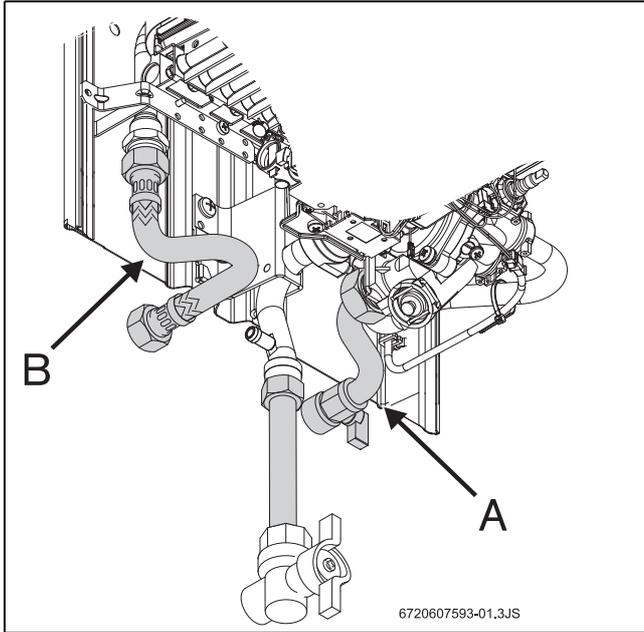

Fig. 5 Conexión del agua
- ▶ Identificar el tubo de agua fría (Fig. 5, pos. A) y el tubo de agua caliente (Fig. 5, pos. B), para evitar cualquier conexión equivocada.